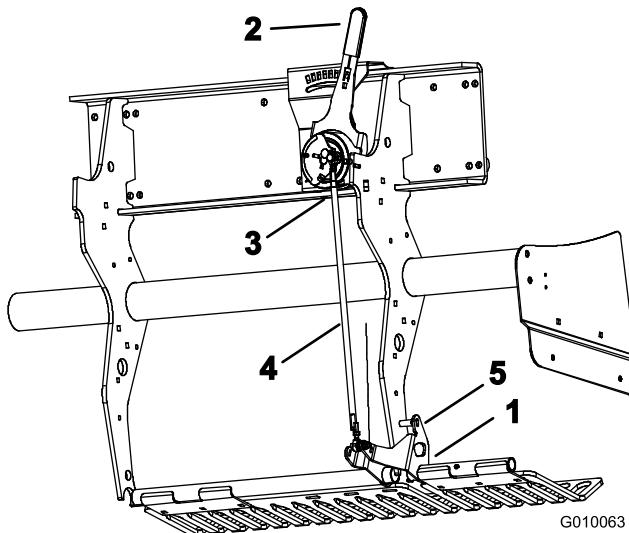

Figura 58
1. Rode o suporte de montagem do protector de relva LH (Figura 58) até dar para inserir um pino de bloqueio (barra ou parafuso de 5/16) entre o suporte e o tubo de configuração da profundidade soldado à estrutura.
2. Mova a alavanca de profundidade dos dentes (Figura 58) para a configuração H (a mais profunda).
3. Desligue o dispositivo esférico esterior (Figura 58) da cablagem (interruptor de cabeça para baixo).
4. Desaperte as porcas de bloqueio (LH e RH) da barra de ajuste da profundidade (Figura 58).